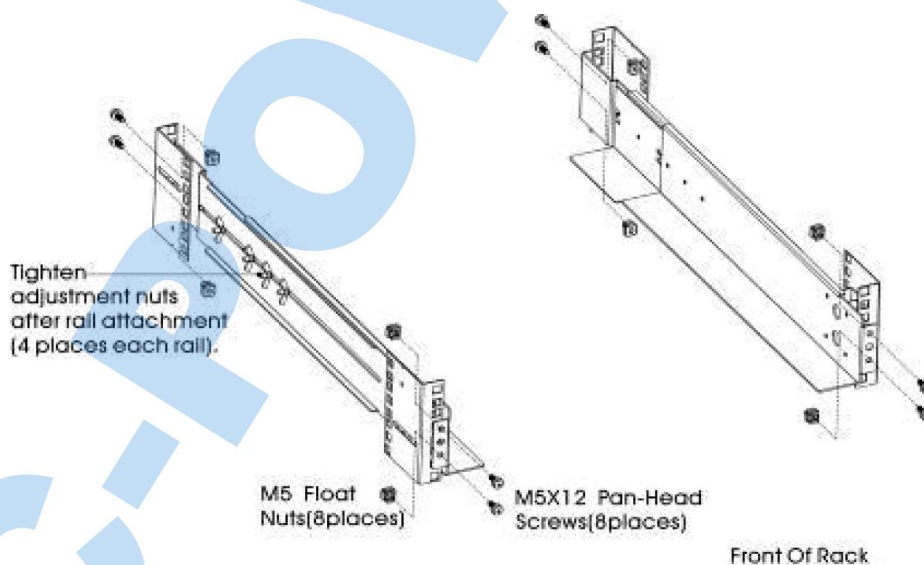

Рис. 3-2. Фиксация направляющих.
2. Выберите правильный размер в стойке для размещения ИБП (см. рис. 3-2). Рельсовые направляющие крепятся в четырёх местах на передней и задней частях стойки.